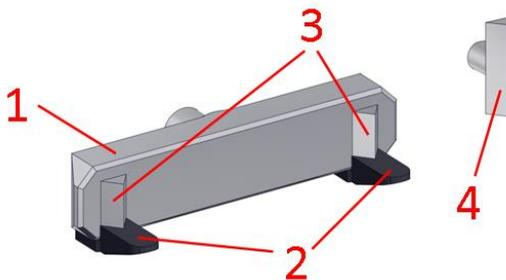
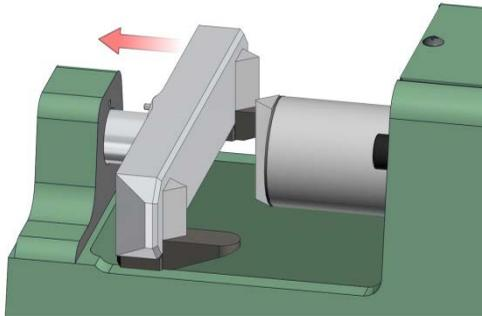

Abbildung 5.4.1
Abbildung 5.4.2
1. Montieren Sie die beiden Komponenten des Querfestigkeitszubehörs, indem Sie zunächst jeden der Stifte, die sich auf der Rückseite der Klemmen befinden, mit den Löchern auf den Fuß und dem Hydraulikkolben der Universalsandfestigkeitsmaschine ausrichten. Schieben Sie dann vorsichtig die Testträgerklemme (Pos. S1, Abbildung 5.4.1) und den Druckkeil (Pos. 4, Abbildung 5.4.1) jeweils auf den Fuß und den Hydraulikkolben. Siehe nachfolgende Abbildung 5.4.2. bezüglich der Installation
2. Legen Sie eine vorbereitete Quersandprobe auf die beiden Probenträger (Pos. 2, Abbildung 5.4.1), die sich am Boden der Testträgerklemme befinden. Positionieren Sie die Sandprobe so, dass sie mittig auf der Trägerklemme liegt und mit den beiden Stützkeilen in Kontakt ist (Pos. 3, Abbildung 5.4.1). Stellen Sie jedoch sicher, dass noch keine Belastung auf die Sandproben von diesen Komponenten aus ausgeübt wird. Der Motorstartschalter (Pos. 4, Abbildung 7.4) kann nun nach links oder rechts geschaltet werden, um den Hydraulikkolben in die gewünschte Position zu bringen.